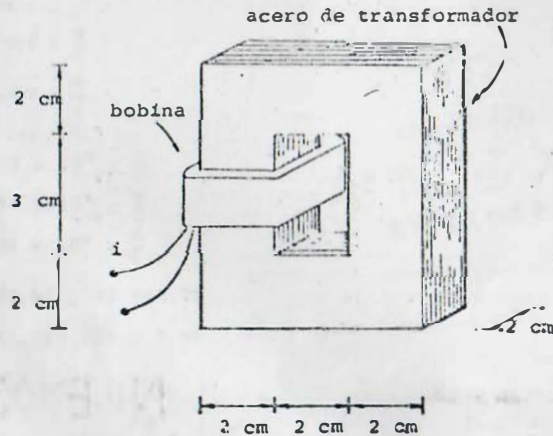

FIGURA P8.12
8.12 Se desea construir un inductor, utilizando el núcleo laminado de acero de transformador mostrado en la figura P8.12. La inductancia promedio deseada es  $L_p = 1.2 \text{ H}$  cuando la corriente es  $i = 0.4 \text{ sen } 120\pi t \text{ A}$ . Considere que el núcleo originalmente no posee magnetización y determine el número de vueltas necesario para la bobina.